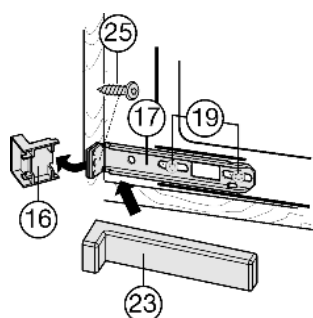

Fig. 21
- ▶ Poluzować trochę śruby Fig. 21 (19).
- ▶ Dolny kątownik mocujący Fig. 21 (17) przykręcić za pomocą długich wkrętów do płyt wiórowych Fig. 21 (25) $\varnothing 4 \times 19$ do ścianki mebla.
- ▶ Złamać wystający koniec osłonki Fig. 21 (16). Nie będzie on już potrzebny.
- ▶ Przykręcić śruby Fig. 21 (19).
- ▶ Założyć osłonkę Fig. 21 (16) na dolny kątownik mocującym Fig. 21 (17).